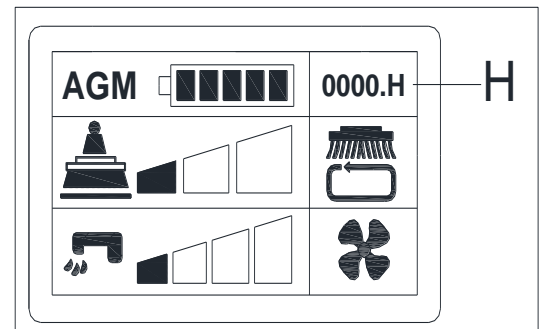

Рис. 27
2. Нажмите на переключатель (35, Рис. 2), после чего начнет работать счетчик часов, который одновременно отображает общее число часов работы (H, Рис. 27) на экране дисплея.
3. Отпустите переключатель (35).
4. Поверните ключ зажигания (42) в положение «0».